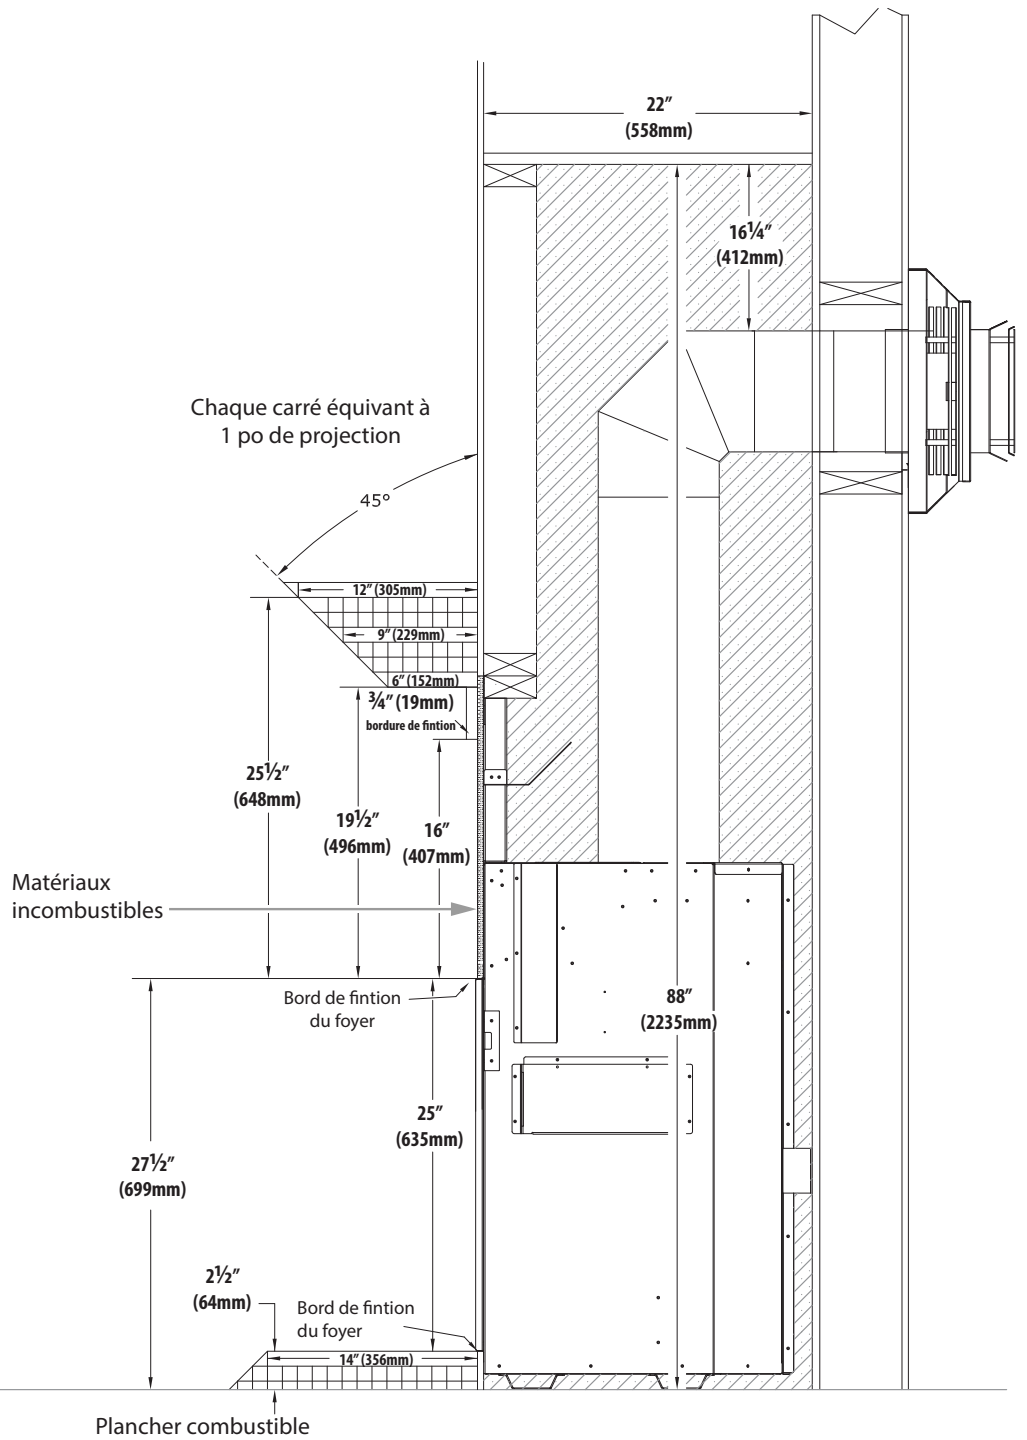

Figure 4.1, Exigences du manteau combustible
- Profondeur du manteau combustible - Comme la Figure 4.1 l'indique, la bordure de finition de 3/4 po (19 mm) peut commencer à 16 po (407 mm) au-dessus du bord de finition du foyer avec un manteau de 6 po (152 mm) commençant à 19-1/2 po (496 mm) au-dessus du bord de finition. La profondeur du manteau peut augmenter de 1 po (25 mm) pour chaque 1 po (25 mm) de hauteur additionnelle, à partir d'un manteau de 6 po (152 mm).
- Extension d'âtre en matériau combustible: Tel qu'indiqué à la Figure 4.1, le bas du bord de finition peut arriver à égalité avec le dessus de l'extension d'âtre.